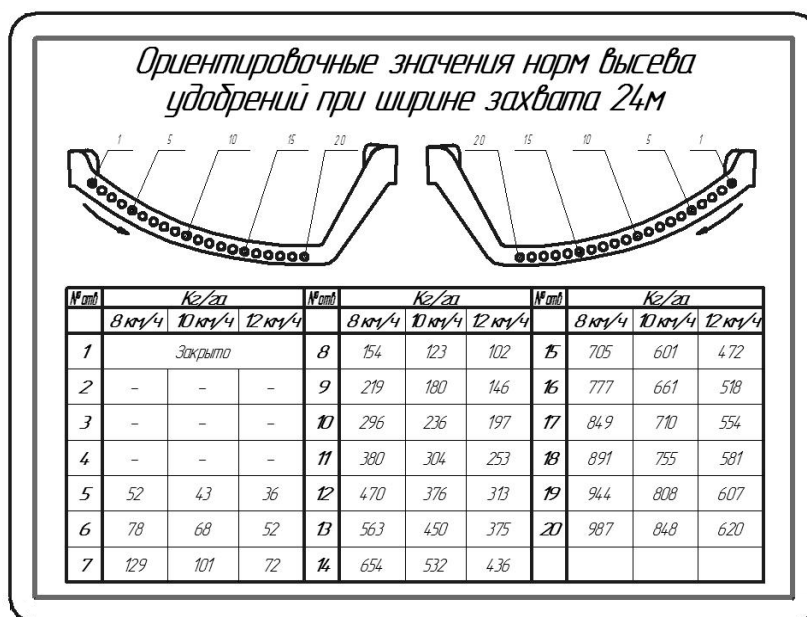

Рисунок 5.6 – Ориентировочные значения норм высева удобрений при ширине захвата 24 м
Для выбранной нормы внесения удобрений необходимо установить требуемое положение левой и правой дозирующих заслонок с помощью обоих регулировочных рычагов. Требуемое для этой цели конкретное положение дозирующих заслонок определяется непосредственно по данным таблицы ориентировочных норм высева удобрений при ширине захвата 24 м (рисунок 5.6).
1) смотрите таблицу ориентировочных значений норм высева удобрений при ширине захвата 24 м (рисунок 5.6);